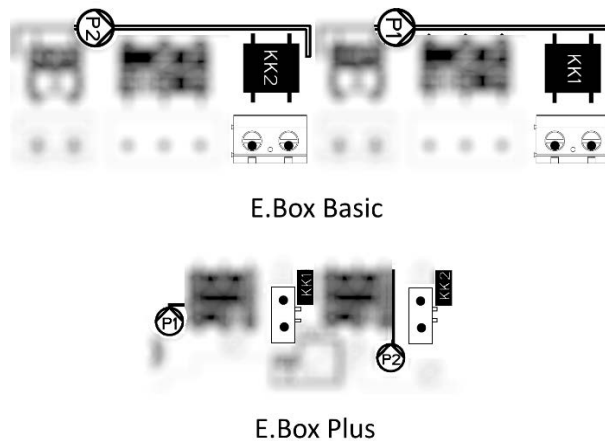

Figura 45: Intrări protecție termică KK
- **Protecție termică Motoare:** dispozitivul posedă o intrare pentru protecția termică a oricărui motor. Dacă motorul utilizat este prevăzut cu protecție termică, se poate conecta această protecție la bornele KK. Dacă protecția nu este prezentă în motor bornele trebuie să fie conectate cu punți. Sau bornele sunt arătate în Figura 45.